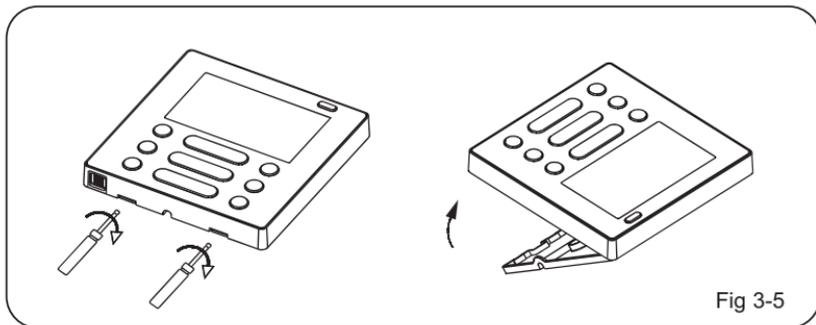

Fig 3-5
4. Retire a tampa do comando com fios na parte inferior com a chave de fendas plana. (Ver Fig. 3-5)